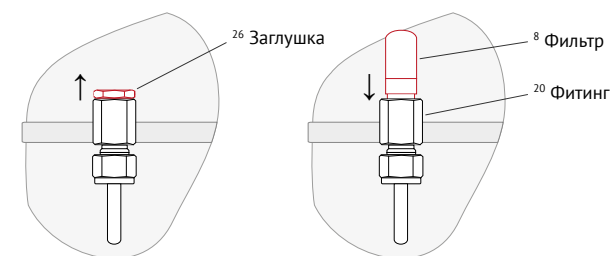

Рис. 2. Снятие заглушек и установка фильтров
- удалите заглушки 26 из фитингов 20 (рис. 2). Забор воздуха компрессорным блоком производится из верхней части внутренней полости;